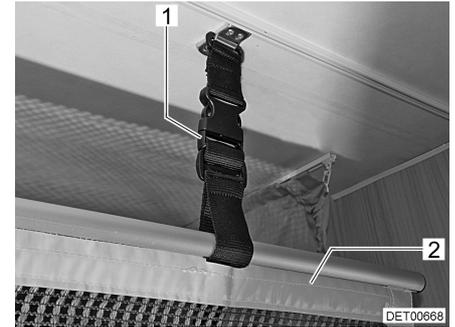

Bild 40 Halterung Sicherungsnetz
Die Sicherungsnetze (Bild 40,2) mit den Haltegurten sind unter der Matratze verstaut. Die Sicherungsnetze erst aufspannen, wenn sich die Personen bereits im Hubbett befinden.
- Haltegurte (Bild 40,1) in die Halterungen an der Decke einrasten.